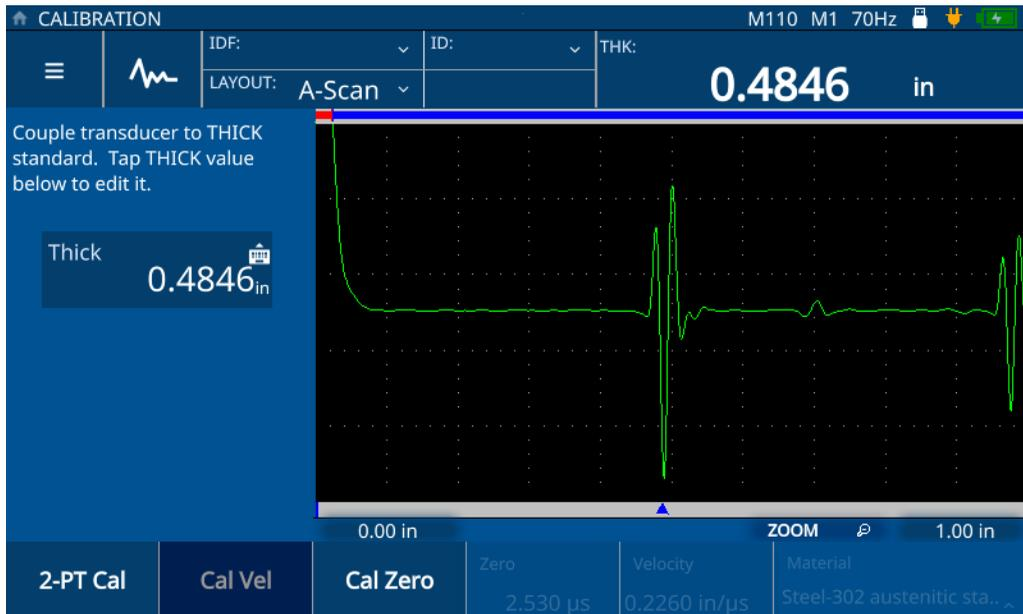

Abbildung 5-8 Schallgeschwindigkeitsjustierung (2-PT-Justierung)
4. Befolgen Sie die angezeigten Justieranweisungen und koppeln Sie den Messkopf an das Prüfteil mit bekannter maximaler Dicke (siehe Abbildung 5-8 auf Seite 53).